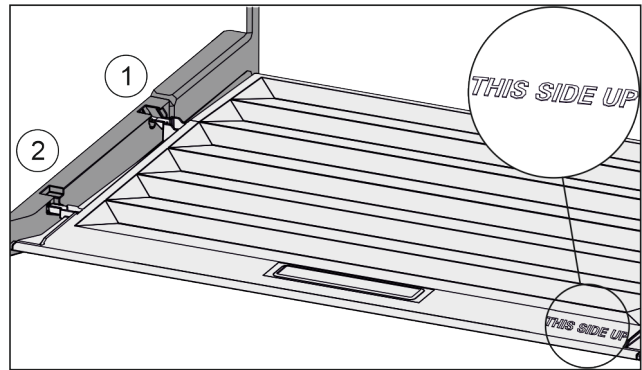

Fig. 44
- ▶ Deckelstege über Öffnung der hinteren Halterung Fig. 44 (1) einführen und vorne in Halterung Fig. 44 (2) einrasten.